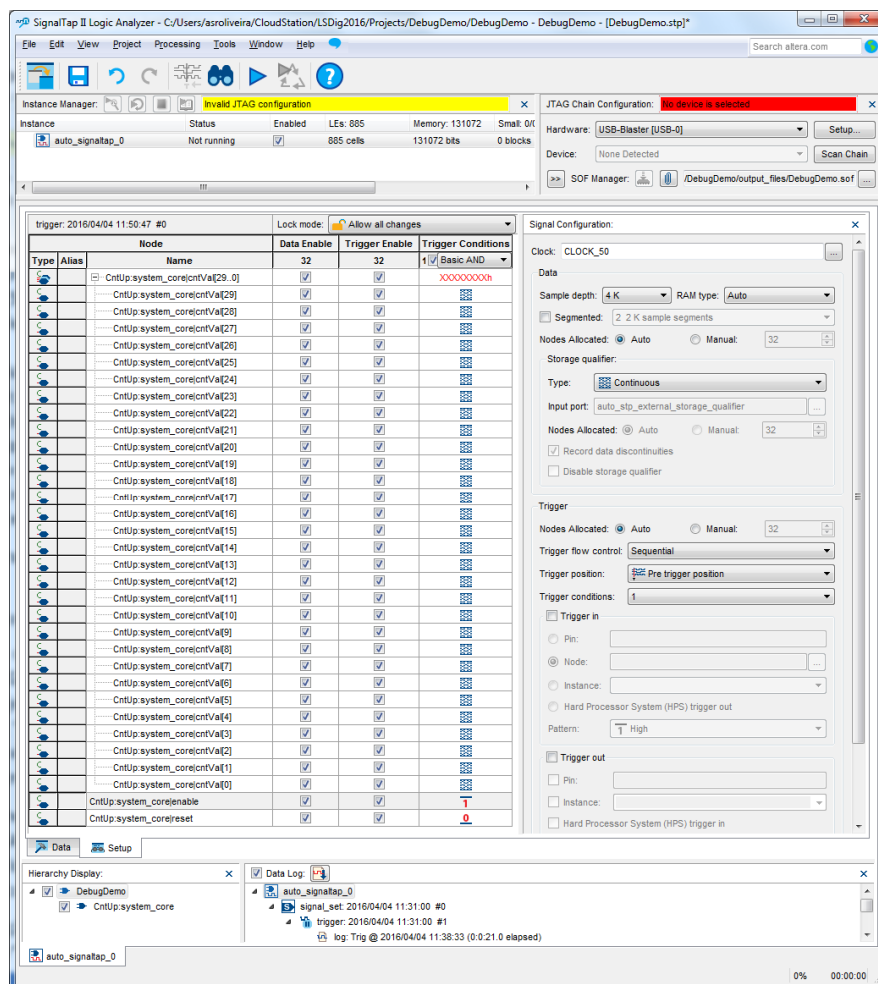

Figura 23 – Aspeto da aplicação “SignalTap II Logic Analyser” com os parâmetros configurados.
5. Após premir *Insert* e fechar a janela de “Node Finder” deverá configurar na janela principal os seguintes parâmetros (Figura 23):
8. Especifique o ficheiro SOF a usar para configurar a FPGA (“output_files/DebugDemo.sof”) e programe a FPGA (botão  no canto superior direito da Figura 23). O ficheiro SOF inclui quer a configuração da lógica do sistema desenvolvido, quer a configuração da lógica correspondente às componentes de hardware do analisador lógico.